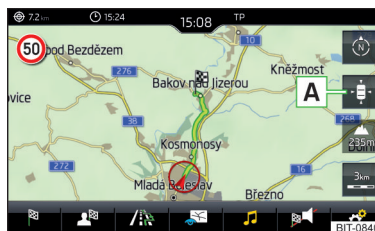

Fig. 178
► Pentru **centrarea hărții**, atingeți suprafața de comandă funcții » fig. 178.